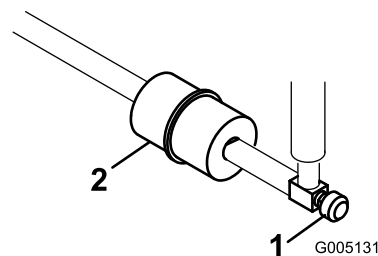

Figura 44
Nei tubi di alimentazione, tra il serbatoio del carburante ed il carburatore, è incorporato un filtro in linea (Figura 44).
1. Chiudete la valvola di intercettazione del carburante, allentate la fascetta stringitubo dal lato carburatore e togliete il tubo di alimentazione dal filtro (Figura 44).
2. Collocate una bacinella di spurgo sotto il filtro, allentate la restate fascetta stringitubo e rimuovete il filtro (Figura 44).